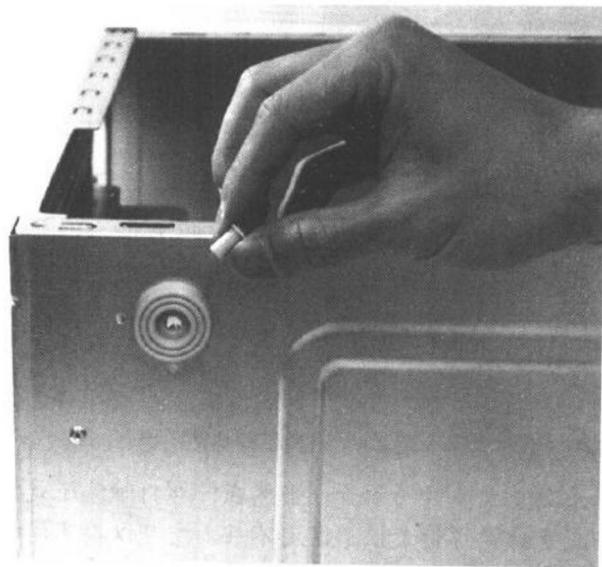
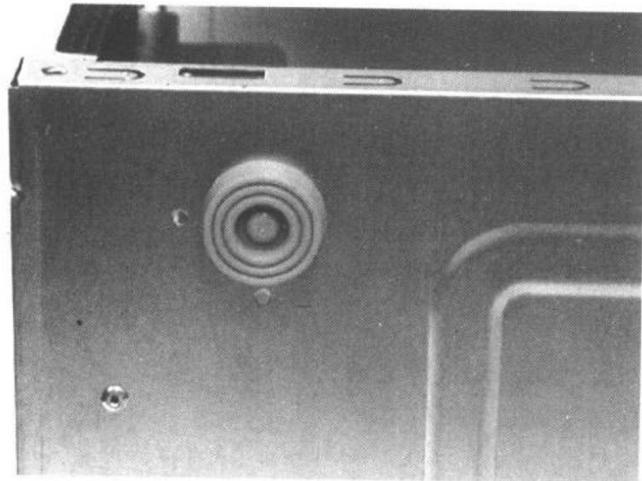

图 2-8 先将脚垫放入机箱底部插孔
图 2-9 接着在脚垫中间插入固定栓
(5) 将脚垫主要部分插入机箱底部，继续将固定栓插入脚垫固定，如图 2-8 和图 2-9 所示。